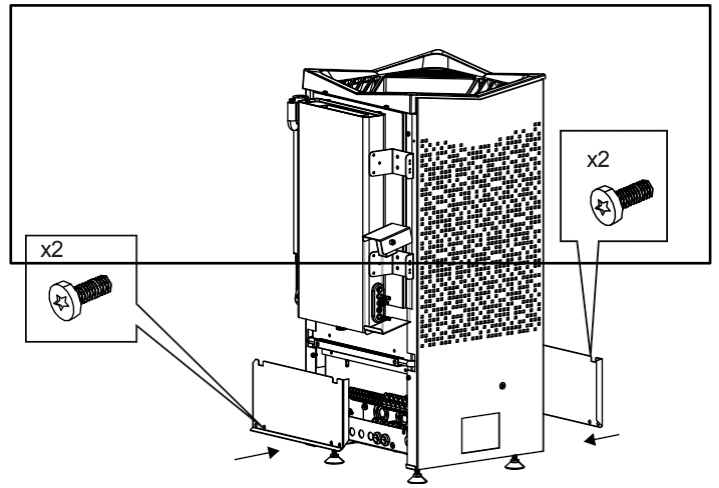

Figura 13: Riposizionare lo sportello anteriore e posteriore
9. Spingere indietro il cassetto, montare lo sportello anteriore e posteriore e serrare le viti (vedere la Figura 13)